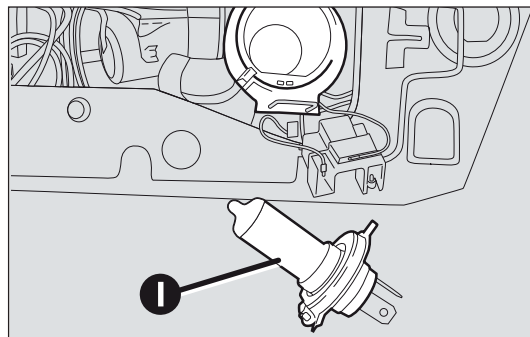

fig. 146
- ☐ asportare la lampada bruciata I-fig. 146 ed inserire la nuova lampada;